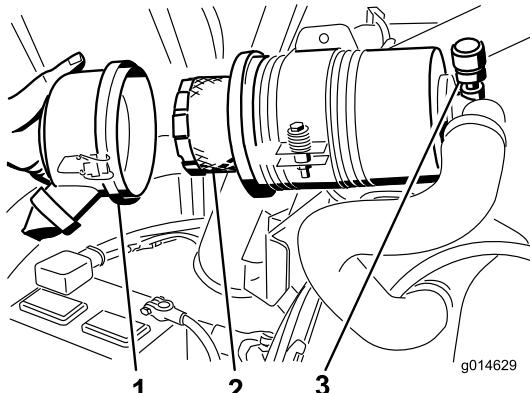

Figura 47
4. Togliete il filtro e sostituitelo (Figura 47).